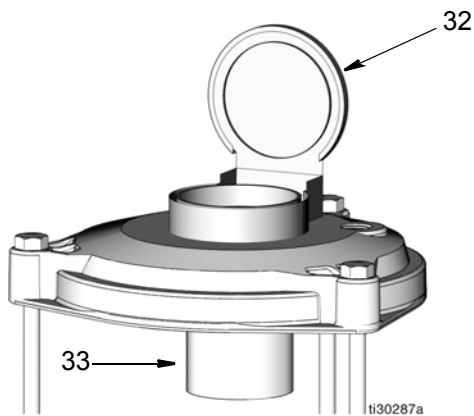

图 6
1. 打开位于液箱顶部的机油加注盖 (32)。
注意：过滤器 (33) 安装在机油注入盖 (32) 上，防止润滑剂被污染 (图 6)。
- a. 注入液箱前检查过滤器 (33)。
- b. 需要时，拆下过滤器 (33) 并彻底清洁。
- c. 如果已在步骤 b 中拆下，添加润滑剂前先安装过滤器 (33)。